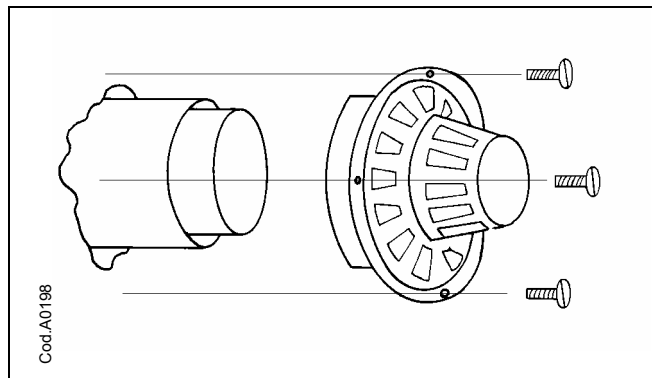

Figura 9
10. Applicare il terminale antivento sul muro esterno in modo che si incastri all'estremità del blocco tubi. Segnare la posizione dei 3 fori situati sul terminale ed eseguire i fori per i tasselli ad espansione forniti (vedi Figura 9).